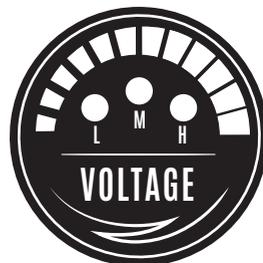

Рис. 11
**H** – Перегрев аккумуляторной батареи. Батарея вышла из строя (Рис. 11).